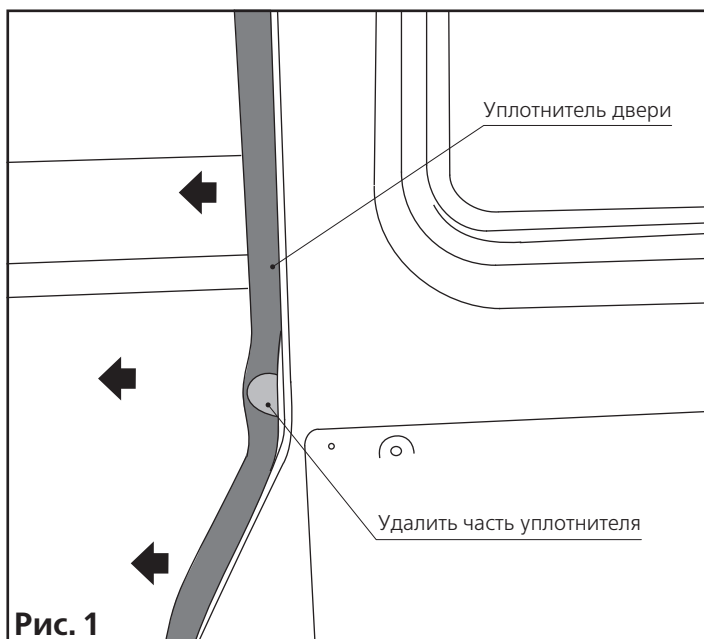

Рис. 1
На переднем торце сдвижной двери сделайте разметку как показано на рис. 1. Просверлите два отверстия $\text{Ø}14$ мм. Подсоедините синий провод жгута проводов актуатора к верхнему контакту подвижной группы контактов, а зеленый к нижнему в соответствии с рисунком на стр. 16. Закрепите подвижную группу контактов саморезами 3,5x16 из метизного пакета.
Снимите уплотнитель двери в области установки опоры (рис. 1).
С внутренней стороны уплотнителя удалите часть, чтобы получившийся вырез охватывал дистанционную втулку опоры (рис. 1).
3.3.1 Для установки тяги привода замка двери снимите замок, открутив три штатных винта (рис. 1).
3.3.4 Привод замка двери сначала закрепите двумя крайними заклёпками 4,8x8 из метизного пакета под отверстия Ø5 мм (рис. 1).